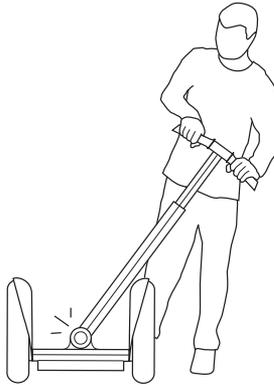

Figure 29. Séparation du guidon / cadre LeanSteer de la base pivotante
3. Inclinez le cadre LeanSteer complètement vers la gauche et la droite jusqu'à ce qu'il soit desserré. Vous entendrez et sentirez peut-être un déclic lorsque les brides de serrage se détachent de la base pivotante. Voir la **Figure 29**.